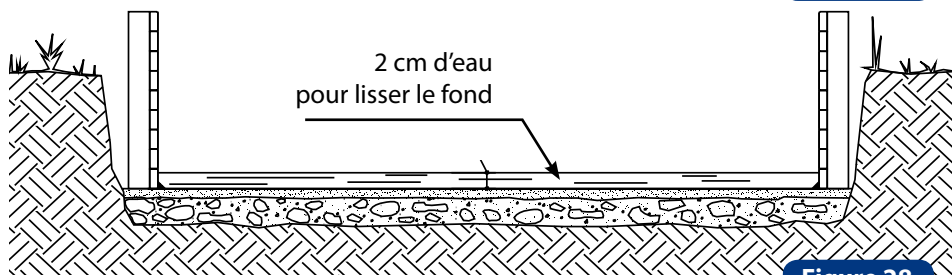

Figure 28
g) Remplissez la piscine d'eau sur une hauteur de 2 cm (figure 28).